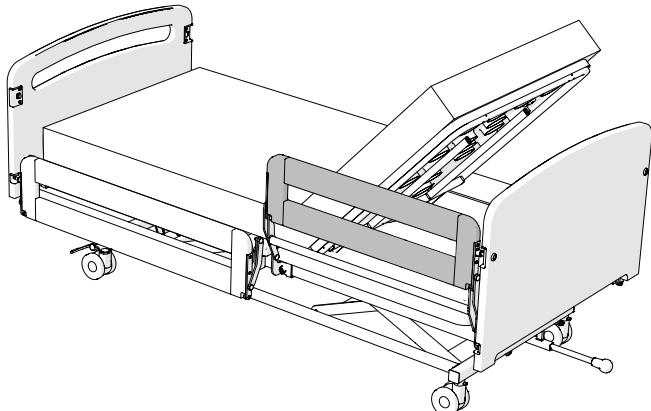

Abbildung 18 Verwenden des Seitengitters zum Aufstehen aus dem Bett.
- Als Hilfe beim Aufstehen aus dem Bett (Abbildung 18).